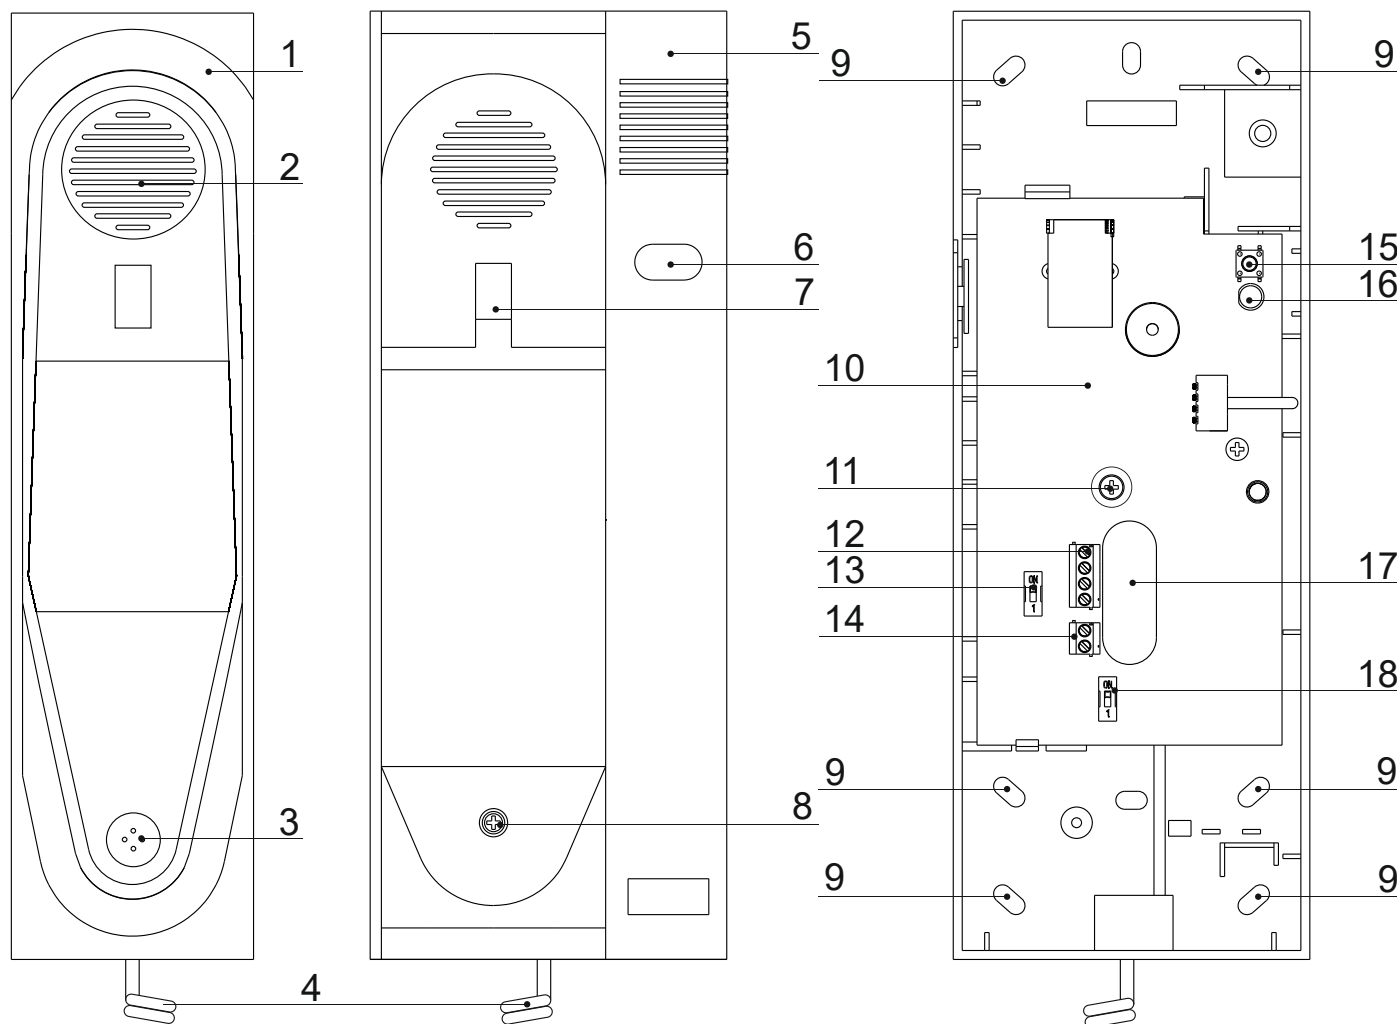

Рис. 1. Внешний вид АБУ. Вид на АБУ со снятой передней панелью.
1). Распакуйте АБУ. Проверьте АБУ на отсутствие механических повреждений. Отвинтите винт крепления передней панели АБУ (рис. 1 поз. 8.). Осторожно отделите переднюю панель корпуса (помимо винта, панель удерживается пластиковыми защелкам, расположенными с правой стороны и сверху).
2). Подготовьте на стене место для установки АБУ, разметьте и просверлите установочные отверстия. (для установки на стену предназначены отверстия, показанные на рис. 1 поз. 9.).
3). Подведите линии связи к месту установки АБУ. Обратите внимание, что отверстие на корпусе АБУ, предназначенное для линий связи, расположено на задней панели АБУ (см. рис. 1 поз. 17).
5). Зачистите кабель линии связи на необходимую длину. Скрутите экранирующую оплетку и подключите ее под винт рис. 1 поз. 11.
6). Подключите к разъему XS1 (рис. 1, поз. 12) линию питания и связи с ЛБС и другими АБУ системы. При наличии на одной линии нескольких АБУ, они подключаются к линии связи с ЛБС последовательно, соединений типа «звезда» на одной линии не допускается. Схема подключения указана в приложении 1.
7). Включите согласующие резисторы у последних АБУ в каждой линии связи с ЛБС. Для включения резистора переведите переключатель SA1 (рис. 1, поз. 13) в положение «ON». Переключатель должен быть включен только у одного, последнего АБУ в каждой линии, у остальных АБУ он должен быть выключен.
8). Проконтролируйте положение переключателя SA2 (рис. 1, поз. 18), отвечающего за сброс адреса АБУ. Для нормальной работы АБУ он должен быть выключен.
9). Подключите к разъему XS2 (рис. 1, поз. 14) светозвуковое табло. Схема подключения приведена в приложении 2.
10). Аккуратно уложите провода линий связи внутри корпуса АБУ. Запрограммируйте АБУ в систему. Для программирования воспользуйтесь индикатором и кнопкой рис. 1 поз. 15 и 16.
11). Установите переднюю панель на АБУ, защелкните защелки корпуса и закрутите винт рис. 1 поз. 8.
5.1. Вызов с АБУ диспетчера: Для вызова диспетчера снимите трубку, нажмите на АБУ кнопку вызова (рис. 1 поз. 6). При этом на пульт диспетчера передается сигнал вызова, под кнопкой АБУ начинает мигать индикаторы вызова и раздается прерывистый звуковой сигнал. Кроме этого включится подключенное к АБУ светозвуковое табло.
При входящем вызове диспетчера на АБУ, под кнопкой мигает индикатор вызова и раздается прерывистый звуковой сигнал. Для ответа необходимо снять трубку и нажать кнопку вызова / ответа рис. 1 поз. 6. При ответе загорается индикатор АБУ, звук вызова прекращается (зуммер). Можно говорить и слушать диспетчера. При ответе на вызов диспетчера ИСТ не включается.
При изменении конфигурации системы или установке в систему ранее использованного АБУ, необходимо выполнить сброс его адреса на заводской (по умолчанию). После сброса адреса возможно запрограммировать АБУ в систему. Для смены адреса на заводской необходимо: выключить питание ЛБС, к которому подключено АБУ; включить на плате АБУ переключатель SA2 (рис. 1 поз. 18), после этого включить ЛБС (подать питание на АБУ). Адрес АБУ будет заменен на заводской. После этого переключатель SA2 необходимо выключить, а затем запрограммировать АБУ в систему.